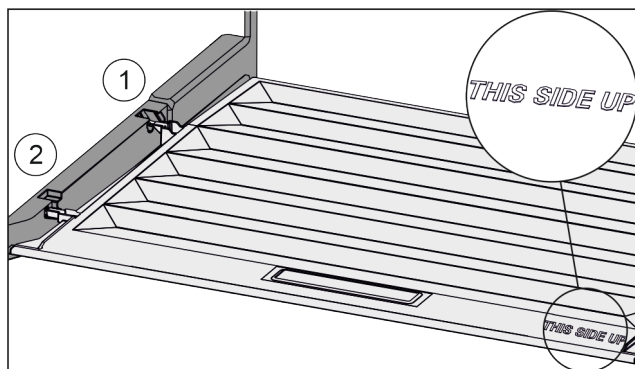

Fig. 40
- ▶ Výstupky víka zaveďte do zadních držáků Fig. 40 (1) a vpředu zaklesněte do držáku Fig. 40 (2).